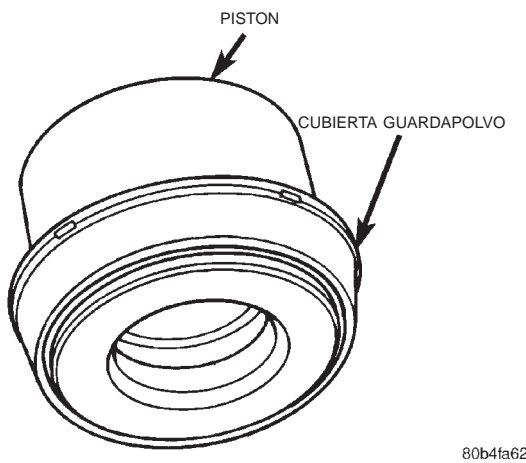
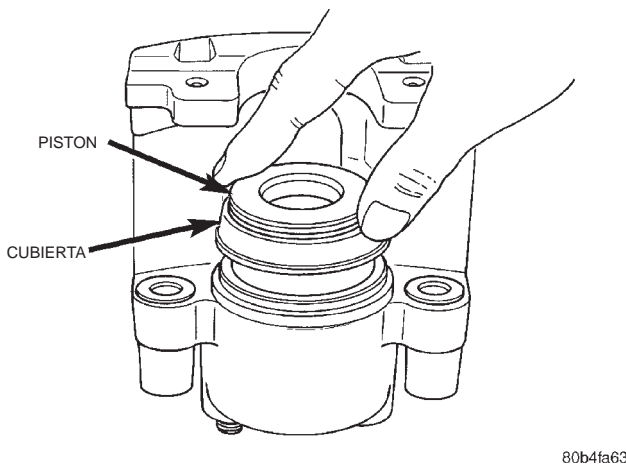

Fig. 78 Cubierta guardapolvo en el pistón
Fig. 79 Instalación del pistón del calibrador
(3) Instale la cubierta guardapolvo nueva y asiente el borde de la cubierta en la acanaladura del pistón (Fig. 78).
(4) Estire la cubierta hacia atrás para enderezar los pliegues de la misma y, a continuación, desplácela hacia adelante hasta que los pliegues calcen en su posición.
(5) Instale el pistón dentro del hueco del calibrador y presione el pistón hacia abajo, hasta el fondo del hueco del calibrador con la mano o con el mango de un martillo (Fig. 79).